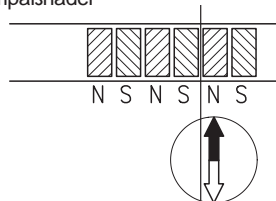

Abb. 9: Ermittlung der Polarität. Trennung des Magnetbandes.
- Wenn erforderlich mit Kompaßnadel kontrollieren, wo sich die Pole am Magnetband befinden (Abb. 9).